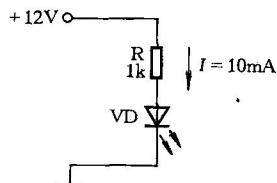

图 1-10
(1) 图 1-10 所示发光二极管电路中， R 为限流电阻。从欧姆定律 $I = U/R$ 可知，当电压 U 一定时，流过电阻器的电流 I 与其阻值 R 成反比。由于限流电阻 R 的存在，将发光二极管 VD 的电流限制在 $10mA$ ，保证 VD 正常工作。